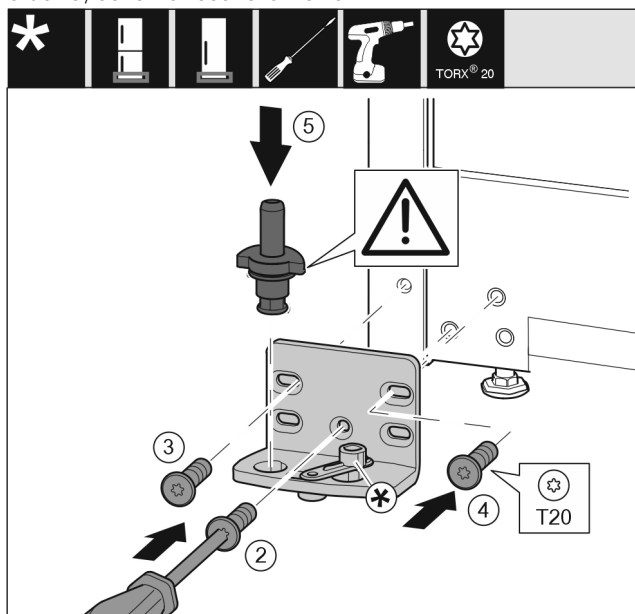

Fig. 20
- Helyezze fel a csapágybakot a másik oldalra, és csavarozza fel csavarhúzóval. Kezdje alul, a középső csavarral Fig. 20 (2).
- Húzza meg a csavart Fig. 20 (3) és a csavart Fig. 20 (4).
- Helyezze be teljesen a csapszeget Fig. 20 (5). Ügyeljen közben arra, hogy a reteszelő bütyök hátrafelé mutasson.